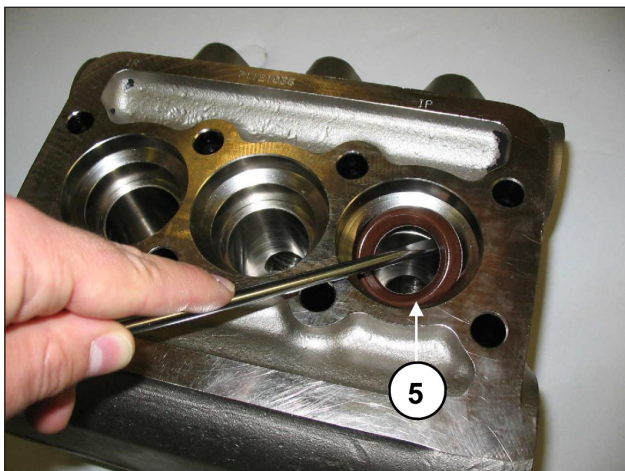

Fig. 21
- C) Extraer las juntas de alta presión del cabezal y aquella de baja presión del correspondiente soporte utilizando herramientas simples como se indica en la Fig. 21, pos. ⑤, prestando atención de no dañar las correspondientes sedes.